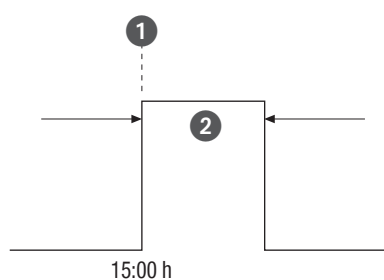

Fig. 31: Conexión por impulso
- (Fig. 31/①) Hora de inicio
- (Fig. 31/②) Duración = conexión ON